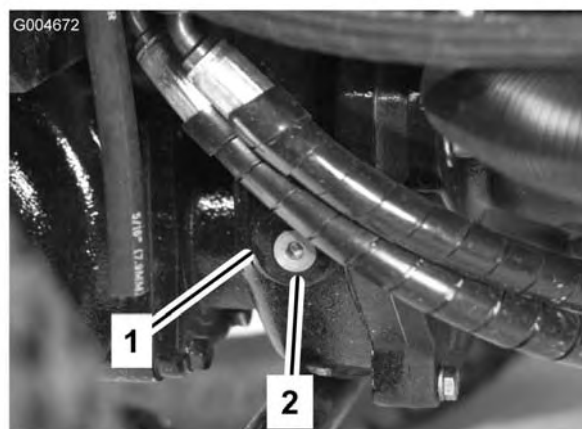

Figura 13
2. Retire el tapón de verificación/llenado del lado izquierdo de la caja de engranajes (Figura 13) y asegúrese de que el lubricante llega al borde inferior del orificio. Si el nivel es bajo, añada